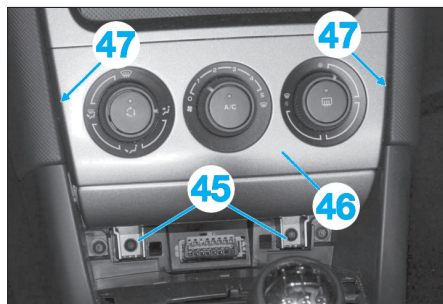

Fig. 26
- Déposer les vis (45) (Fig.26).
- Dégrafer la façade (46) des attaches (47) et la déposer.